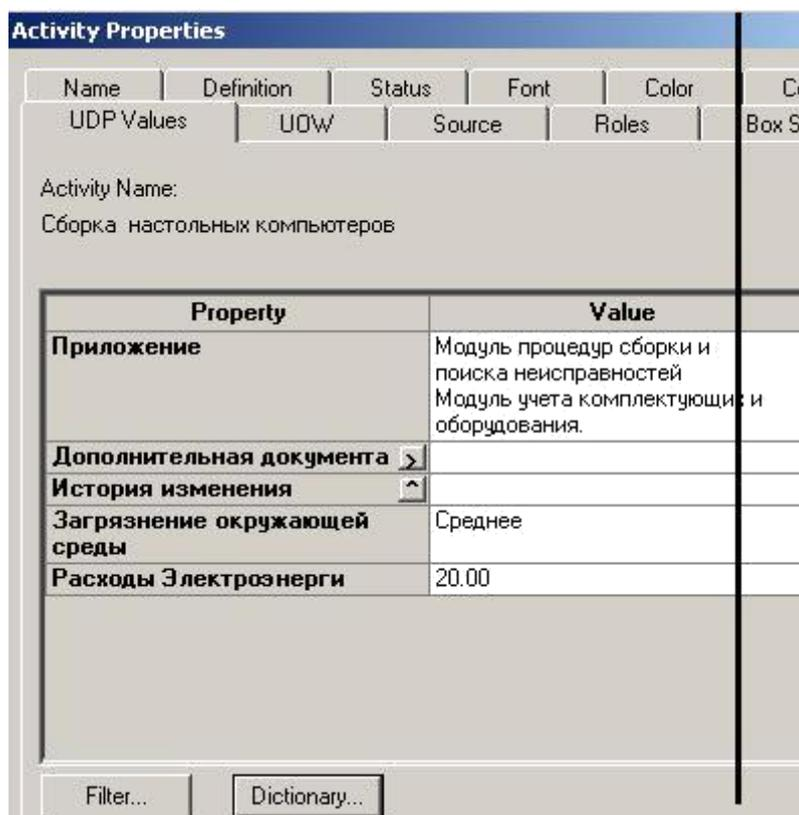

Рис.2. Вкладка UDP диалога Values Activity Properties
4. Для назначения UDP работе следует щелкнуть по ней правой кнопкой мыши и выбрать в контекстном меню UDP. Появится вкладка **UDP Values** диалога **Activity Properties** рис.2.